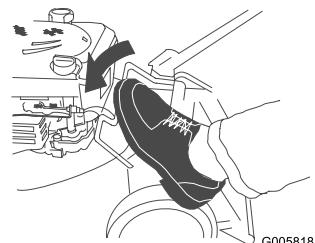

Figura 45
- Premere la leva di rilascio della stegola (Figura 45).